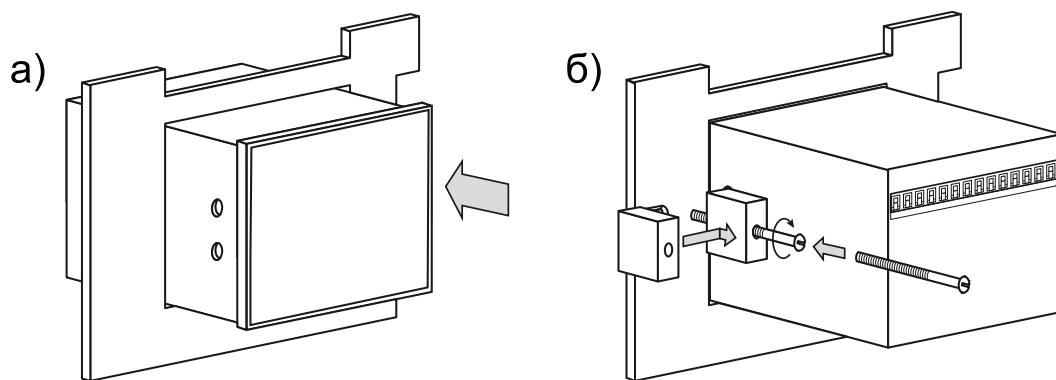

Рисунок 4.4 – Монтаж преобразователя щитового крепления
4. Вставить фиксаторы из комплекта поставки в отверстия на боковых стенках преобразователя (рисунок 4.4, б.).